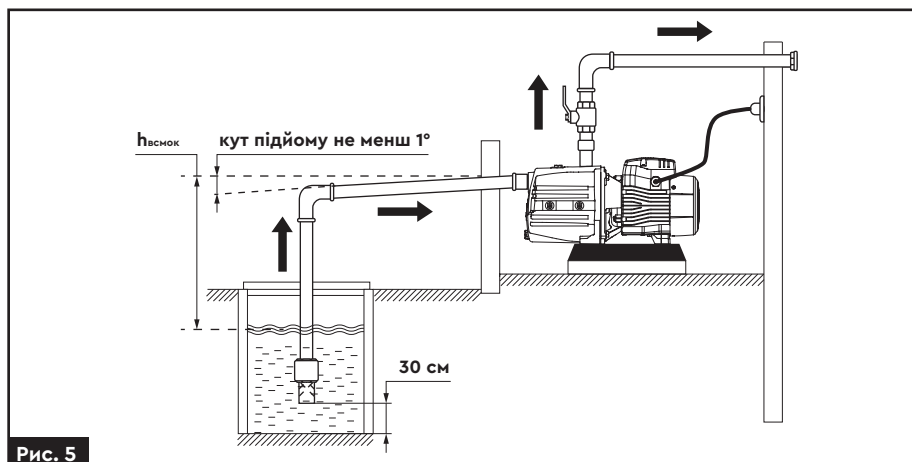

Рис. 5
- Для запобігання потрапляння піску і каміння в насосну частину, встановіть зворотний клапан з фільтром грубого очищення, вертикально на відстані 30 см від дна водного резервуару (**рис. 5**).
- Необхідно забезпечити безперервний кут підйому труби від джерела водозабору до насоса (не менше 1°) для виключення скупчення повітря та утворення повітряних пробок (**рис. 5**).